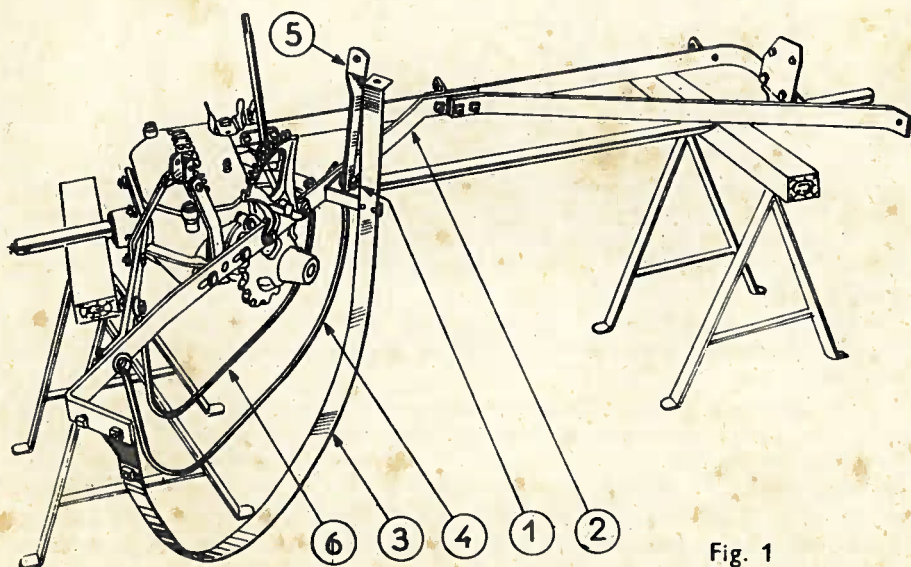

Fig. 1
A) MONTAGE DU CORPS DU RATEAU-FANEUR (fig. 1 à 4)
1^o) Installer le châssis sur 2 tréteaux de 0m, 60 de hauteur environ* (fig. 1). Fixer par le boulon (1) contre le tirant gauche (2) et dans l'ordre : l'équerre du rabat-foin plat (3), le rabat-foin rond (4), le support de cornière (5). Boulonner provisoirement à l'arrière le rabat-foin plat (3) à l'aide du boulon trouvé en place et boulonner l'œil arrière du rabat-foin (4).